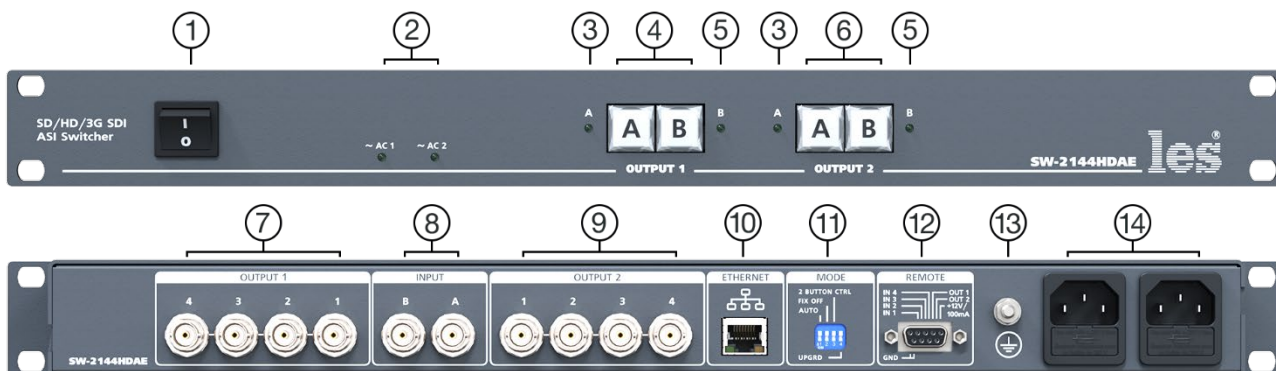

Рисунок 2
5. Подключите шнуры питания к разъёмам IEC C14 (рисунок 2, позиция 14). Обратите внимание на то, что третий провод сетевого шнура используется для заземления корпуса (защитное заземление), которое рекомендуется делать единым для всего комплекса аппаратуры.
Земли входных и выходных разъёмов соединены вместе, присоединены к контакту PE блоков питания, корпусу прибора и клемме заземления (рисунок 2, позиция 11).